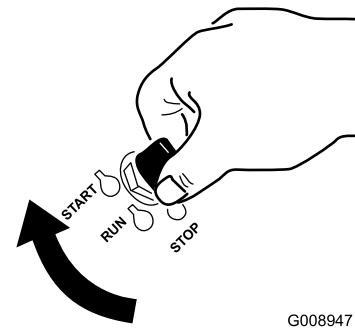

Figura 11
1. Gire la llave de contacto a la posición de Arranque (Figura 11). Cuando el motor arranque, suelte la llave.
7. Gire la llave de contacto a la posición de Arranque (Figura 11). Cuando el motor arranque, suelte la llave.